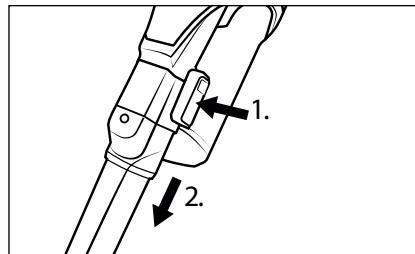

Fig. 15
- ◆ Per rimuovere gli accessori, tenere premuto il tasto di sblocco dell'accessorio e sfilare l'accessorio dal tubo di aspirazione ⑭ oppure dall'apertura di aspirazione dell'apparecchio (vedere fig. 15).